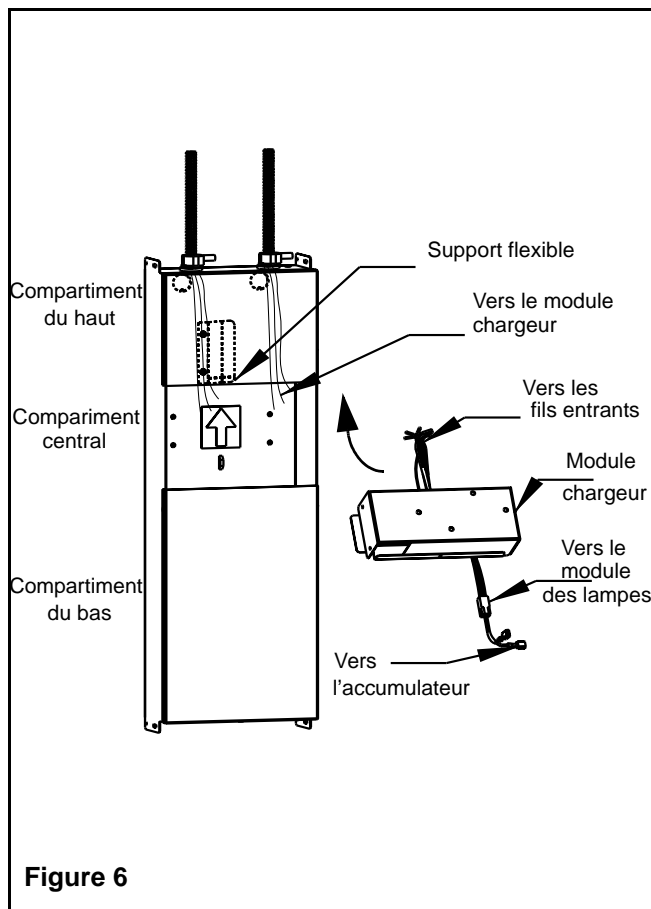

Figure 6
Installation du module chargeur (Figure 6)
9. Placez le module chargeur, avec les fils sortant du côté droite, dans le boîtier encastré. Entrez le module avec un angle, pour dégager le support flexible. Glissez ensuite le module le vers le haut jusqu'à ce qu'il soit bloqué par le support flexible (Figure 6).